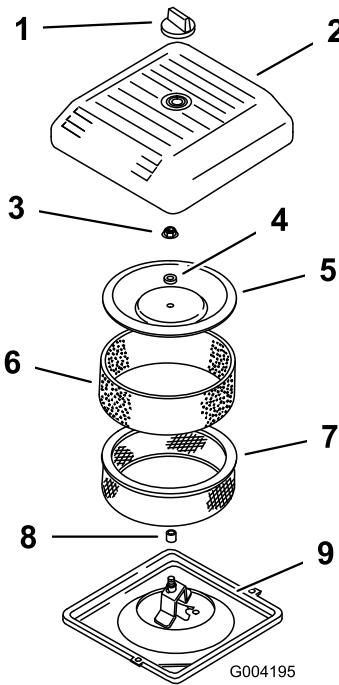

Figure 17
3. Dévissez le bouton et déposez le couvercle du filtre à air (Figure 17).
4. Glissez délicatement le préfiltre en mousse hors de l'élément en papier (Figure 17).
5. Dévissez l'écrou du couvercle et enlevez le couvercle, l'entretoise et l'élément en papier (Figure 17).
2. Posez l'ensemble filtre à air sur sa base (Figure 17).
3. Montez le couvercle, l'entretoise et fixez-les avec l'écrou du couvercle (Figure 17). Serrez l'écrou à 11 Nm (95 lb-po).
4. Reposez le couvercle et fixez-le à l'aide du bouton (Figure 17).